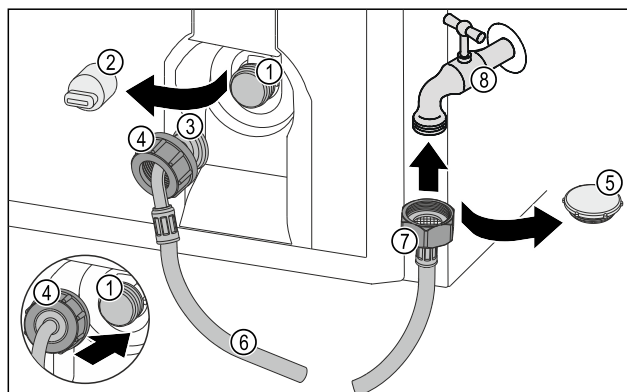

Fig. 33
- ▶ Távolítsa el a zárócsapkát Fig. 33 (5).
- ▶ Helyezze fel az egyenes tömlővéget Fig. 33 (7) a vízcsapra Fig. 33 (8).
- ▶ Az óramutató járásának irányában húzza meg az anyát az egyenes tömlővégen Fig. 33 (7).